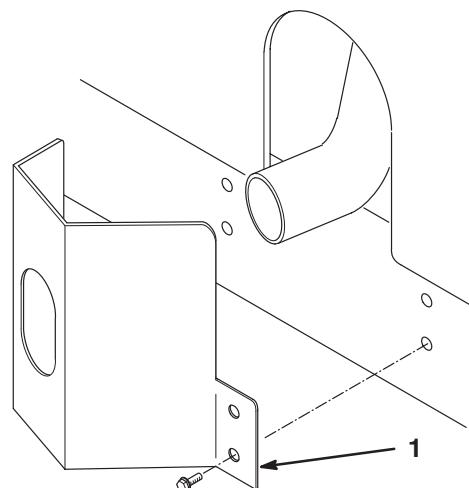

Figure 5
1. Placez la protection de l'échappement autour du silencieux et alignez les trous de montage avec ceux du châssis (Fig. 5).
2. Fixez la protection de l'échappement au châssis à l'aide de 4 vis autotaraudeuses (Fig. 5).